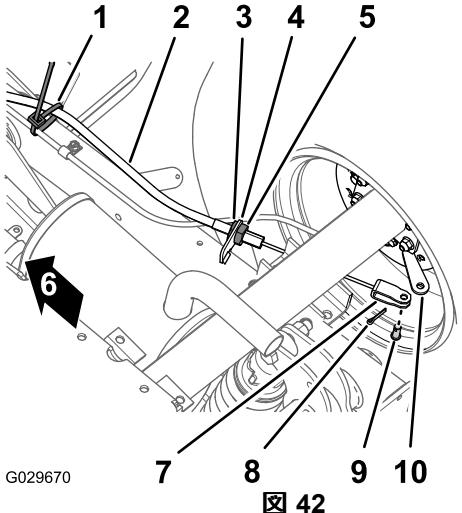

図42
- 機体の底部で、駐車ブレーキケーブルを常用ブレーキのラインに接続しているケーブルを外す図42。
- 駐車ブレーキケーブルの前側ジャムナットの位置にマーキングする図42。
- ケーブルについている後ジャムナットをゆるめて、ケーブルをブラケットから外す図42。
- 駐車ブレーキケーブルのクレビスをブレーキ作動レバーに固定しているコッターピンとクレビスピンを外してケーブルをレバーから外す図42。
- 駐車ブレーキケーブルのねじ山付きアジャスターを、ブレーキケーブルのプラケットに導き、クレビスをブレーキ作動レバーへ導く図 42。
- 駐車ブレーキケーブルのねじ山付きアジャスターを、ブレーキケーブルのプラケットにセットして後部ジャムナットを締める図 42。